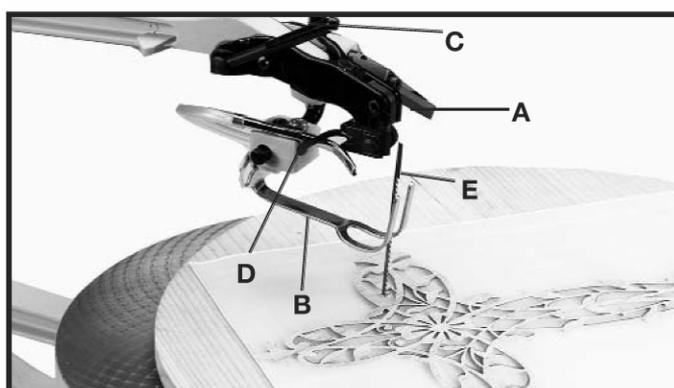

Fig. 36
Afrouxe o punho de travamento (A) Fig. 36 e levante a sapata fixadora da mola (B). Libere a tensão da lâmina movendo a alavanca de tensão (C) para frente e afrouxe o prendedor superior da lâmina movendo a alavanca (D) para trás, conforme demonstrado. Esta ação soltará a lâmina. (E). Introduza a lâmina (E) no próximo recorte, conforme demonstrado.